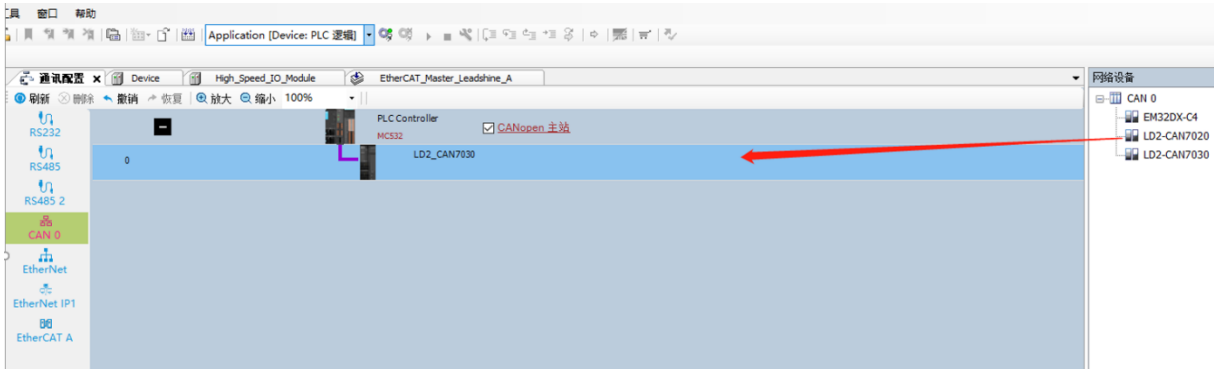

图 5.29 添加 CAN 从站设备
2) 双击或者拖拽添加左侧工具箱中网络设备，如图 5.29 所示。